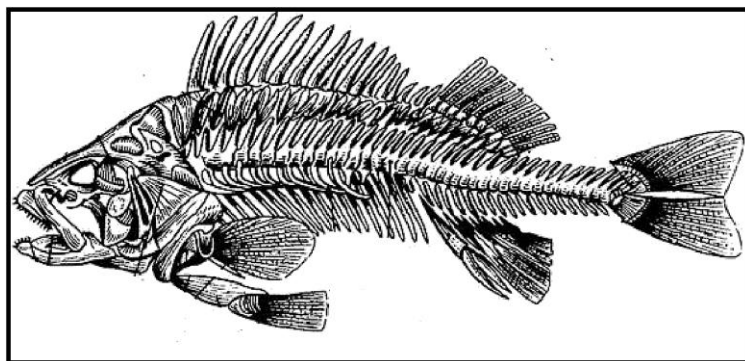

Рисунок 1 – Скелет рыбы на картонке
1.3. Прикрепите скелет к картонной подкладке клеем ПВА или прикрепите нитью или тонкой проволокой, предварительно проделав в картоне отверстия в местах крепления шилом (рисунок 1).